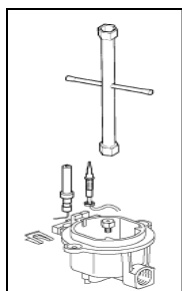

Fig.4
- Skruva loss munstyckena med hjälp av en 7mm-typ skiftnyckel. Ersätt munstyckena (Fig.4) med munstycken anpassade för den föredragna gastypen.